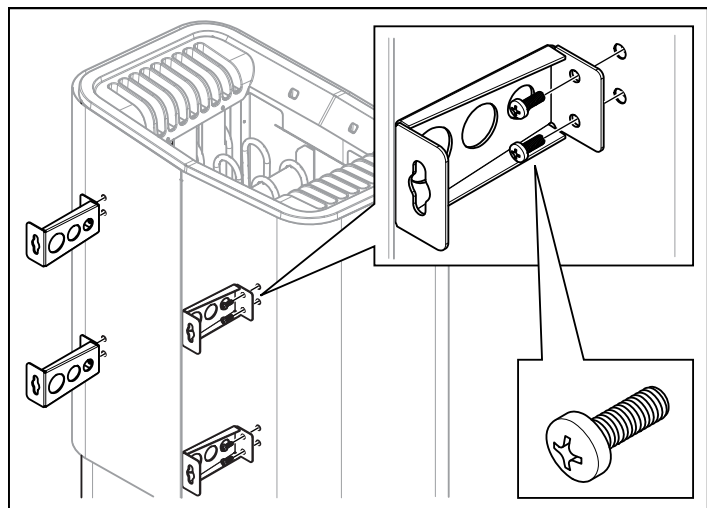

Fig 10: Montera konsolerna på aggregatet
8. Lossa de två första skruvarna på aggregatets baksida och skruva fast en av de fyra konsolerna. Upprepa proceduren tills alla konsolerna sitter på plats se Fig 10.